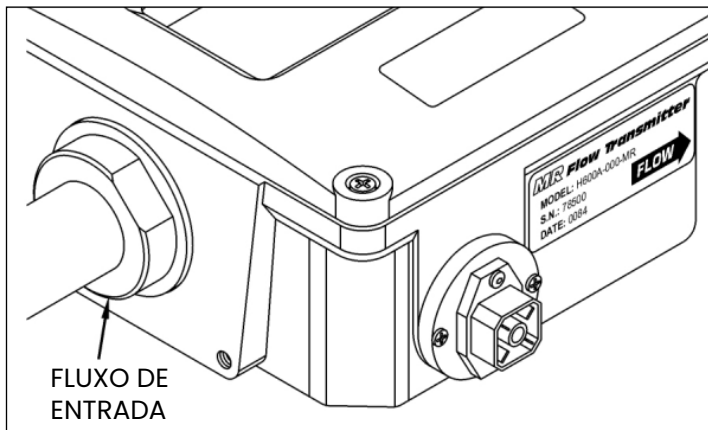

Figura 5 - Seta do Fluxo de Direção
**Faça** - Assegure que o fluido se desloca na direção da seta de fluxo (Figura 5 na página 6).
4. Monte o transmissor assim que o líquido se desloca na direção da seta de fluxo. Veja Figura 5.